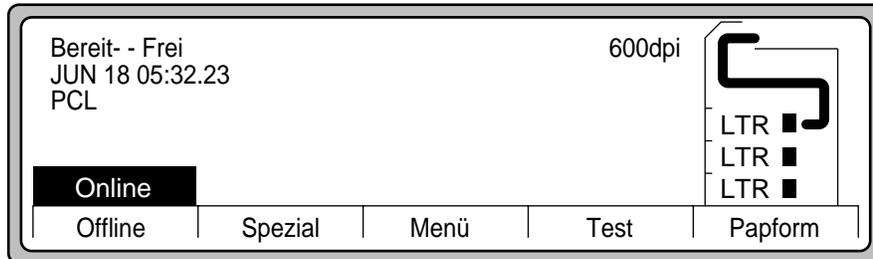

Abbildung 4-47 Bereit (Hauptmenü)
11. Nach der Initialisierung wird die Meldung **Bereit** angezeigt (siehe Abbildung 4-47).